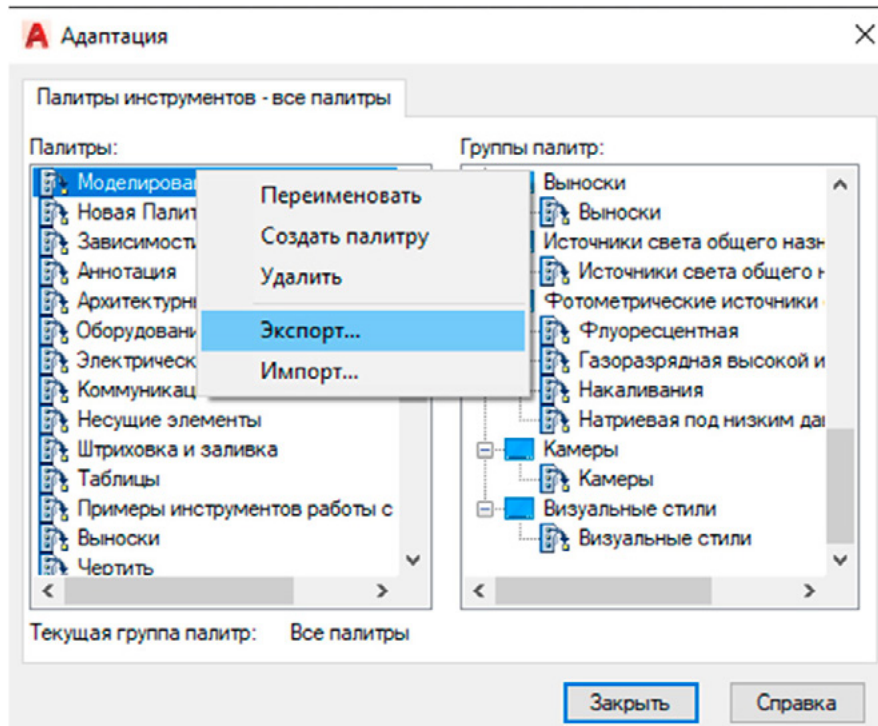

Рис. 20. Диалоговое окно **Адаптация** AutoCAD
b) в диалоговом окне Адаптация щелкните ПКМ по необходимой палитре, после чего выберите строку Экспорт (рис. 20);